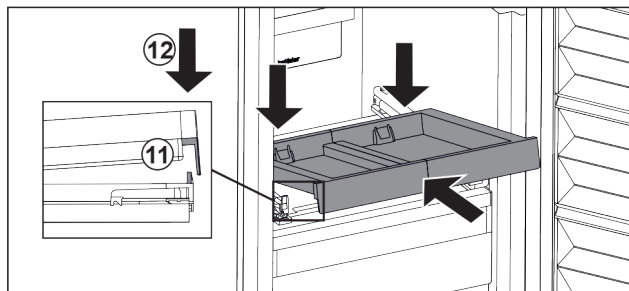

Fig. 122
- ▶ Šikmo zasuňte. Dbejte, aby byl na obou stranách doraz za západkou. Fig. 122 (11)
- ▶ Usadte vpředu vysouvací přihrádku. Fig. 122 (12)